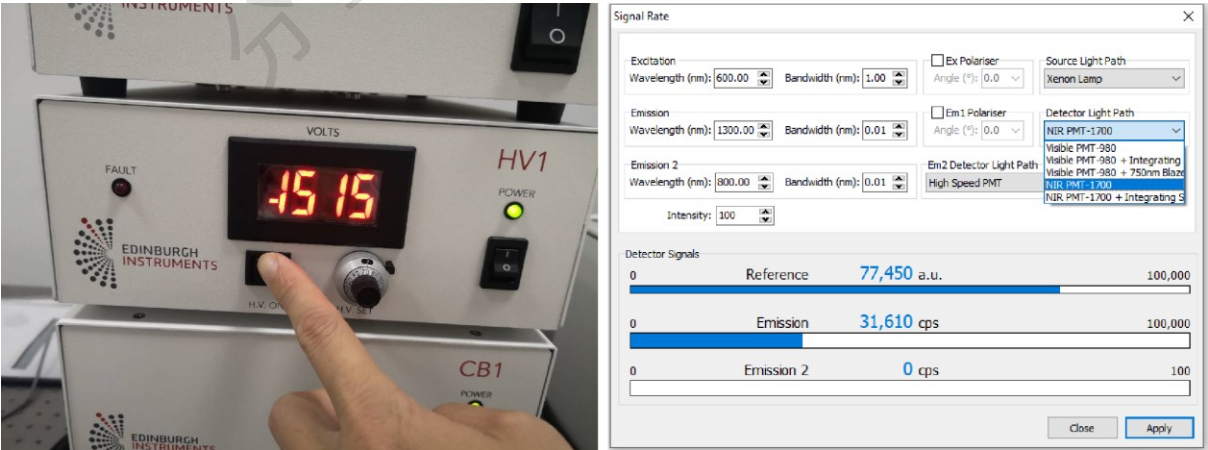

图 6-10 近红外区光谱测试参数设置
**近红外区光谱测试参数设置:** 近红外测试需要如图 6-4 所示, 将 NIR 检测器先通 2 小时液氮, 然后打开 HV1 的电源开关和高压开关。在【Signal Rate】窗口按图 6-10 设置, 【Bandwidth】调至 0.01 nm, “Source Light Path”选【Xenon lamp】, 在 L 型通道光路中 “Detector Light Path”选择【NIR PMT-1700】检测器, 如果中间状态栏【Emission】的信号在 30,000 cps 左右, 说明检测器处于正常工作状态, 因为近红外检测器的噪音信号远大于常规 PMT 检测器。通过增大 Excitation 和 Emission 的【Bandwidth】, 观察中间状态栏【Emission】的信号, 不能超过 **1,000,000 cps**, 否则会烧坏检测器。如果中间状态栏【Emission】的信号在几十万或者几百万 cps, 说明检测器的制冷条件不够, 此时立即关闭 NIR-PMT 检测器, 并检测液氮量是否足够或者冷却时间是否足够长。